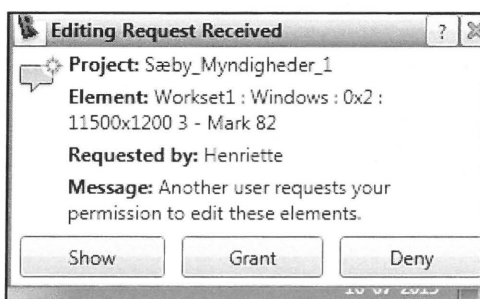

Fig. 16.26. Forespørgsel om tilladelse.
- Derefter får personen som har ejerskabet en besked om anmodning om rettigheder (Fig. 16.26).